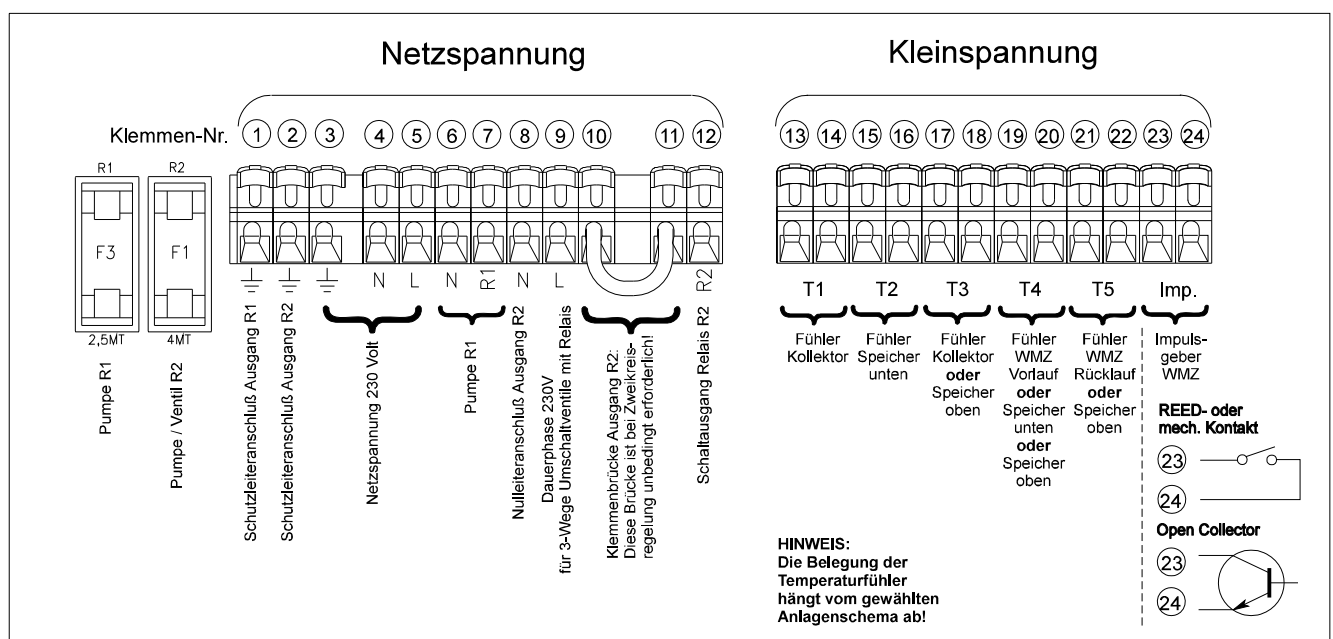

Bild 7: Anschlußklemmen des Systemreglers
Die Netz- und Pumpenanschlussleitung sind an den vorgesehenen Anschlussklemmen (Bild 7, Pos ① bis ⑫) anzuschließen. Jede Klemme darf nur mit einer Anschlußleitung (bis 2,5mm²) belegt werden. Bei feindrähtigen Leitungen sind Aderendhülsen zu verwenden. Die Leitungen müssen außerhalb des Reglers zugentlastet werden.
Speicher- und Kollektorfühler sind an den vorgesehenen Anschlussklemmen (Bild 7, Pos. ⑬ bis ⑳) anzuschließen. Die Polarität der Fühlerkontakte spielt dabei keine Rolle. Leitungen müssen außerhalb des Reglers zugentlastet werden.
Werden Impulsgeber mit einem "Reed-Schalter" verwendet, ist die Anschlußpolung beliebig. Bei Verwendung einer "Open-Kollektor"-Beschaltung muß auf die richtige Polung geachtet werden (Bild 7).